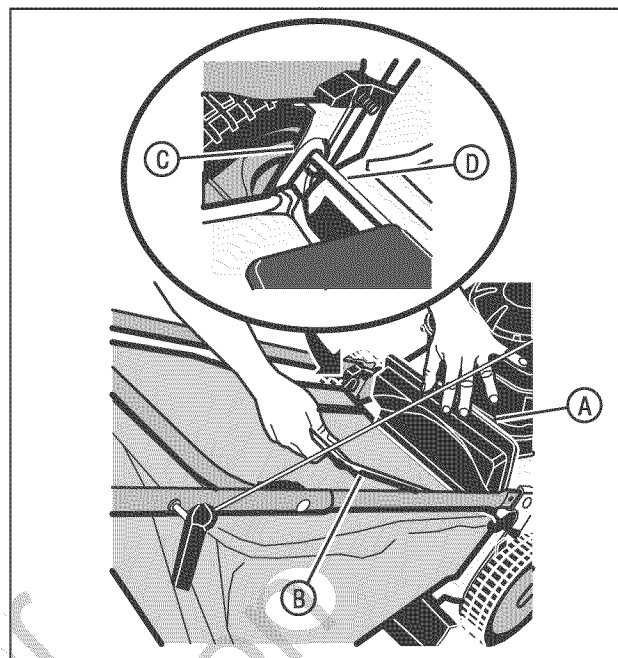

Figura 7: Montaje de la bolsa de césped
1. Para montar la bolsa de césped en el cortacésped, levante la puerta trasera (A, Figura 7). Sosteniendo la bolsa de césped mediante la manija (B), monte los ganchos (C) de ambos extremos del armazón de la bolsa de césped sobre la barra-pivote (D) de la puerta trasera. Baje la bolsa de césped contra la parte trasera del cortacésped. Baje la puerta trasera.